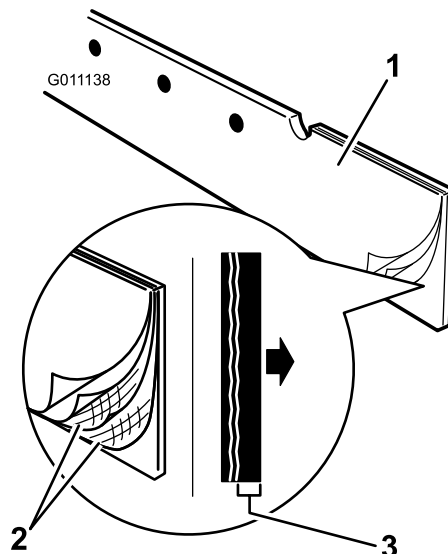

Figure 6
6. Placez le racloir de sorte que le bord en caoutchouc soit à l'avant et la partie renforcée à la fibre de verre soit à l'arrière (Figure 6).